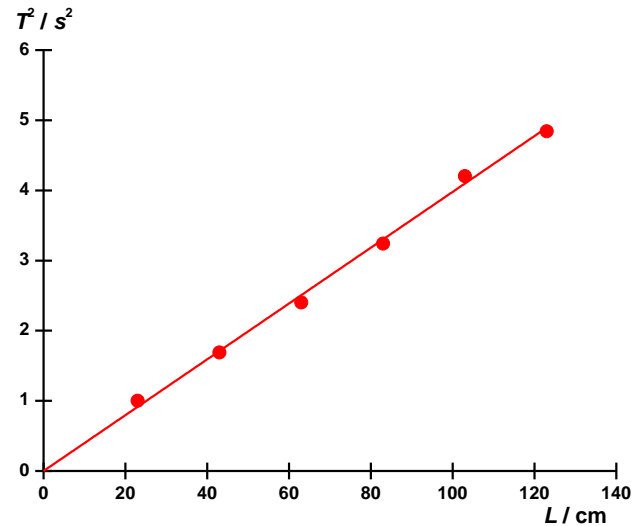

Fig. 4: Quadrato del periodo di oscillazione T^2 in funzione della lunghezza del pendolo L .
- Riportare i quadrati dei periodi di oscillazione T^2 alle lunghezze del pendolo e adattare una retta ai punti di misurazione (Fig. 4).